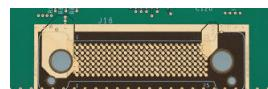

図 1-9. DLPLCR900EVM と DLPLCR65EVM を組み立てた状態
- DMD EVM に付属のフレックスケーブルの一端には「DMD End」というマークが付いており、主要なピンが斜め方向に配置され、DMD 基板に対して一方向にしか取り付けられないようになっているため、基板の反対側への取り付けを防止できます。絶縁バッカープレートを、DMD 基板の反対側に、接続ピンとともにフレックス側から配置し、ネジを注意深く締めます。反対側のネジを互い違いに締め、ネジがしっかりと止まり、しかし締めすぎないようにします (ネジのトルク要件: 6~8 インチポンド [0.7~0.9 N·m])。フレックスケーブルの DMD 側の端を、サンプルの DMD 基板に正しく取り付けた例を、図 1-9 に示します。
- フレックスケーブルのもう一方の端は、シングル DLPC900 コントローラ基板に接続されます。主要なピンは横方向に対称に配置されており、コントローラ基板のどちらの側からも挿入できます。ケーブルがシングル DLPC900 コントローラ基板の正しい側に接続されていることを確認するため、接続フレックスピンが 図 1-8 に示すパッドを向いていることをチェックします。絶縁バッカープレートを、コントローラ基板の反対側に、ピンとともにフレックス側から配置し、ネジを注意深く締めます。反対側のネジを互い違いに締め、ネジがしっかりと止まり、しかし締めすぎないようにします (ネジのトルク要件: 6~8 インチ * ポンド [0.7~0.9 N * m]) シングル DLPC900 コントローラ基板に正しく取り付けられたフレックスケーブルの両端を、図 1-9 に示します。